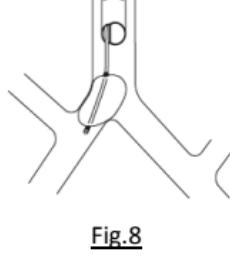

Fig.8
- 1) & 2) Ovennevnte kan tilskrives at blokkeringsmansjetten har forskjøvet seg inn i lumen i luftrøret (herniasjon), og innsnevret det (Fig. 8).
- Hvis et slikt brokk som beskrevet i Fig. 8 forekommer, kan hypoksemi løses ved bare å tømme mansjetten.